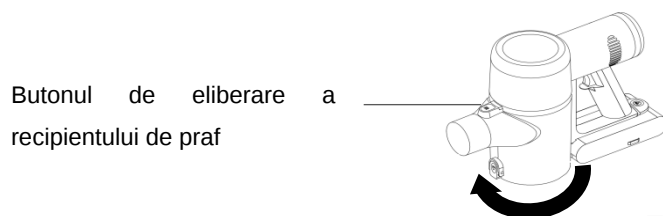

Figura 14
2. Îndepărtați recipientul pentru praf: Prindeți mânerul unității principale cu o mână și țineți recipientul de praf în poziția de aspirare cu cealaltă mână. Apoi apăsați butonul de eliberare a recipientului de praf, rotiți-l în sensul acelor de ceasornic pentru a scoate recipientul de praf (Figura 14).